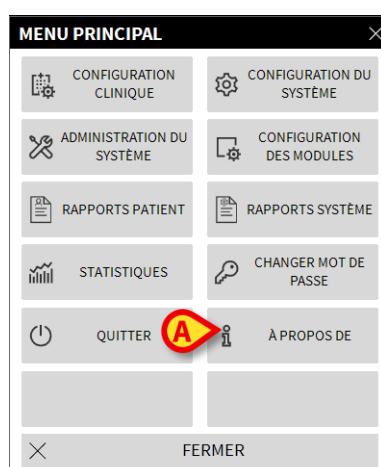

Fig. 9
Ensuite, un menu s'affiche qui propose différentes options (Fig. 9).
- Cliquer, dans le menu, sur le bouton **À propos de** (Fig. 9 A).